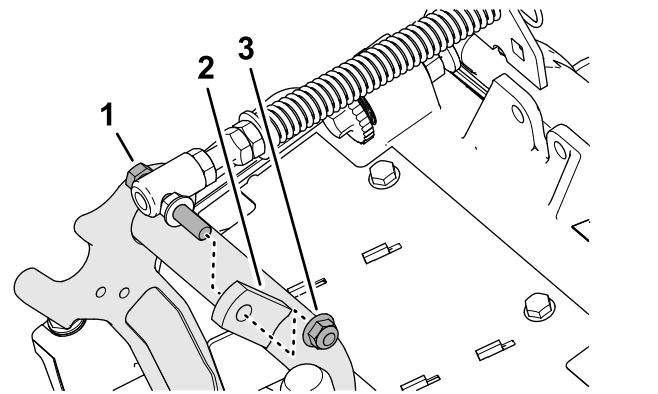

Figura 19
3. Îndepărtați contrapiulița cu guler ($\frac{3}{8}$ ") care fixează dopul filetat al arcului de compensare pentru gazon pe umărul drept al cadrului de susinere i îndepărtați arcul de compensare de pe unitatea de tăiere (Figura 19).